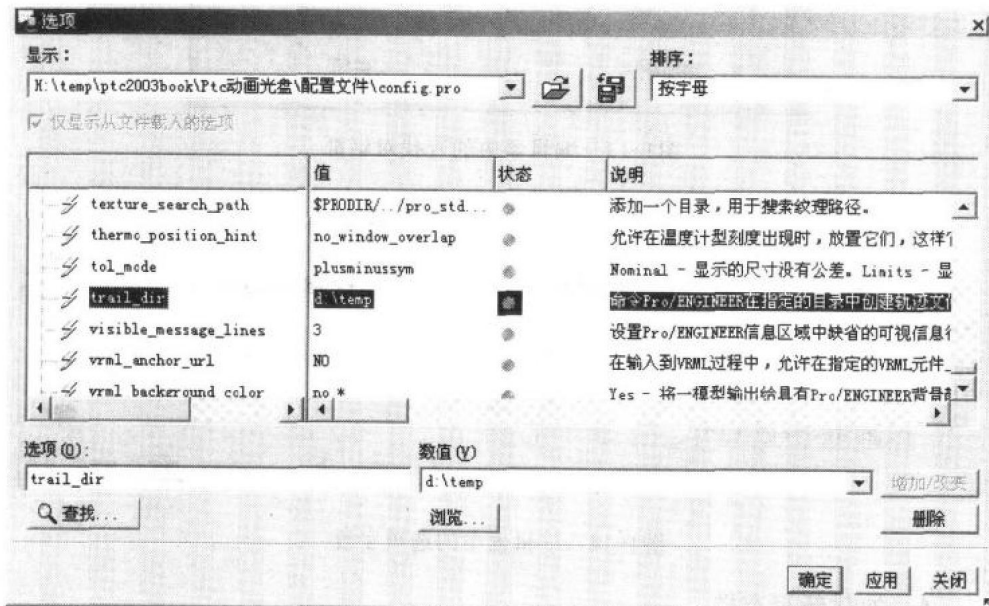
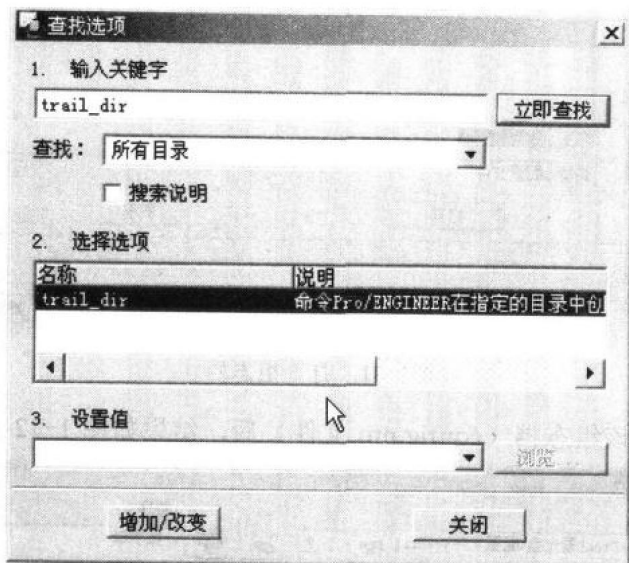

图1-12 组态档内容
图1-13 编辑器中的查找对话框
(3) 打开该组态档 (config.pro 文件) 后，结果如图 1-12 所示。
(1) 选取选项：如图 1-12 进入 Pro/TABLE 编辑器后，将鼠标移至选项字段中并敲击鼠标左键，该字段会以深蓝色显示。使用者也可以选择【查找】键，在弹出的对话框中输入需要查找的内容，让系统帮你找到需要修改的项目，如图 1-13 所示。